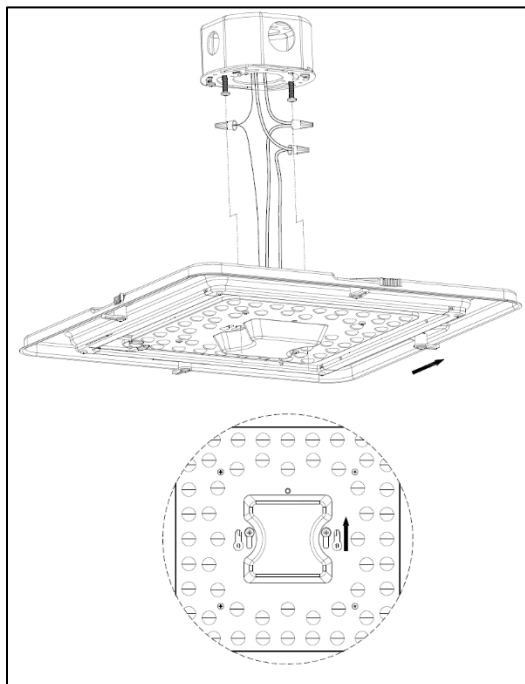

Figura 10
- Sostenga el conjunto de la carcasa (2) con una mano y con la otra coloque los cables hacia arriba y dentro de la caja de conexiones. (Ver Figura 10).
6. Deslice el conjunto de la carcasa (2) en la posición de bloqueo del ojo de la cerradura.
(Ver Figura 10).